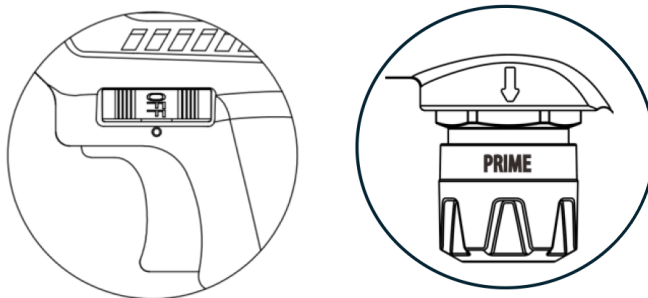

Рис. 27
1. Поверните регулятор давления в положение «OFF» и поверните ручку дренажного клапана в положение «PRIME», чтобы сбросить давление (рис. 27).